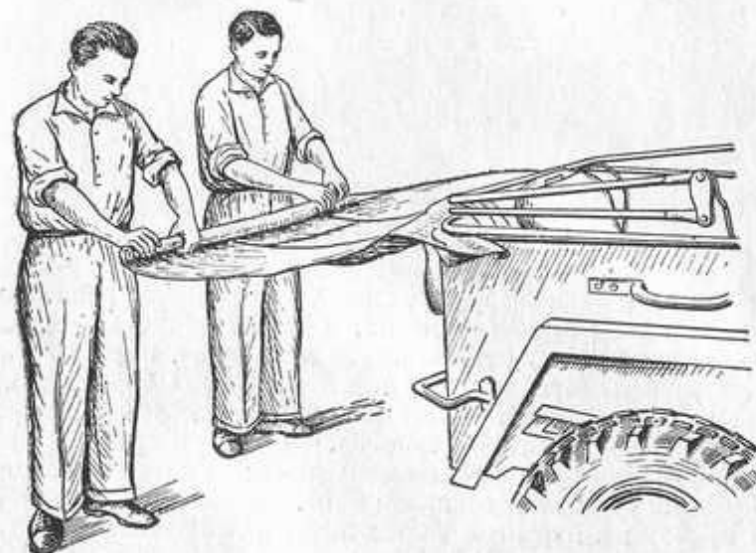

Рис. 120. Свертывание тента.
7) свернуть тент в трубку. Эту операцию желательно делать вдвоем (рис. 120);